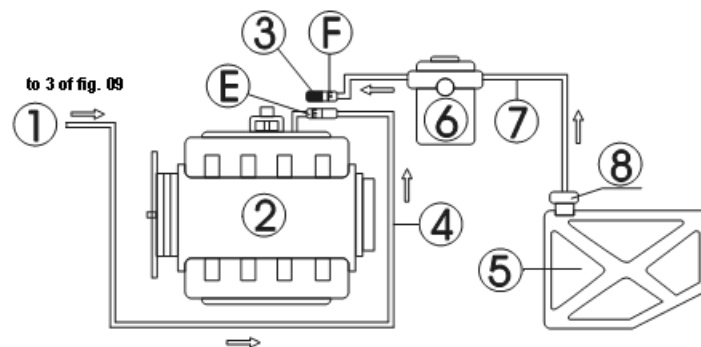

Рис. 10
Подключение шлангов двигателя без возвратного шланга, как показано на Рис. 10.
- 1) Отсоединить шланги подачи топлива (E, F) топливной системы двигателя (при отсоединении соединителя обернуть его куском ткани), и затем подобрать необходимый соединитель и подсоединить его к концу шланга E. Снова подсоединить топливный выпускной шланг установки и подвесить шланг возврата топлива. См. Рис. 10
- 2) Закрыть другой конец отсоединенного конца шланга (F) надлежащей заглушкой, (использовать в том случае, если топливный насос имеет только функцию возврата топлива) или снять предохранитель топливного насоса, или отсоединить кабель питания топливного насоса.